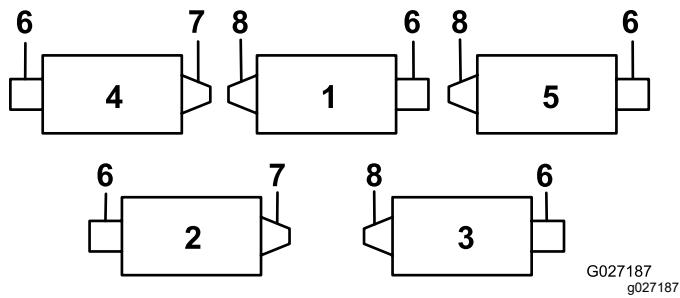
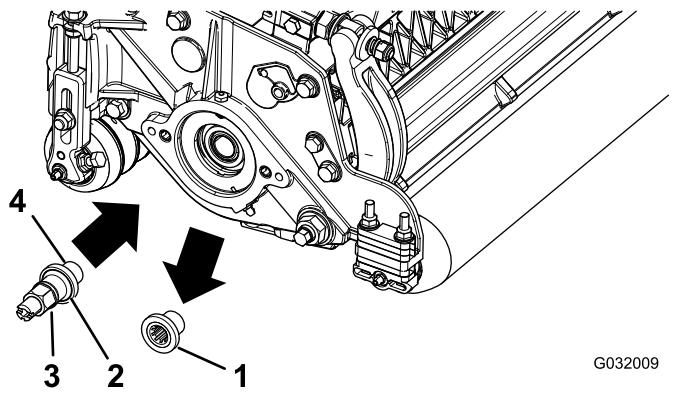

图 1
图 2
所有滚刀组出厂时配重块都安装在滚刀组的左侧。请参阅图 1 确定滚筒刷和滚刀马达的位置。
注意 左侧嵌入件位于 1 号、3 号和 5 号滚刀组 图 1。
8. 在驱动轴螺纹 图 2 上涂抹防松螺纹油并安装驱动轴上紧扭矩至 115128N·m。
6. 拆下后滚筒刷驱动装置 图 1 的滚刀组螺纹嵌入件并丢弃 图 2。